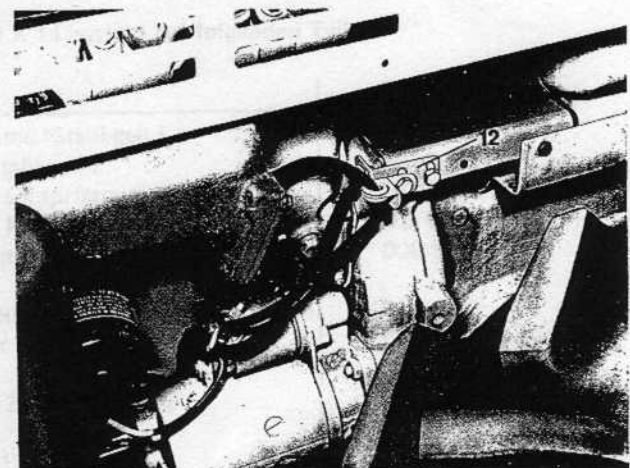

Abb. 6
- e. Anschlagwinkel für Kabelsatz abschrauben (hierzu müssen die durch den Anschlagwinkel festgehaltenen Kabel am Anlasser und an der Lichtmaschine abgeklemmt werden) und neuen Anschlagwinkel (12 Abb. 6) anschrauben.